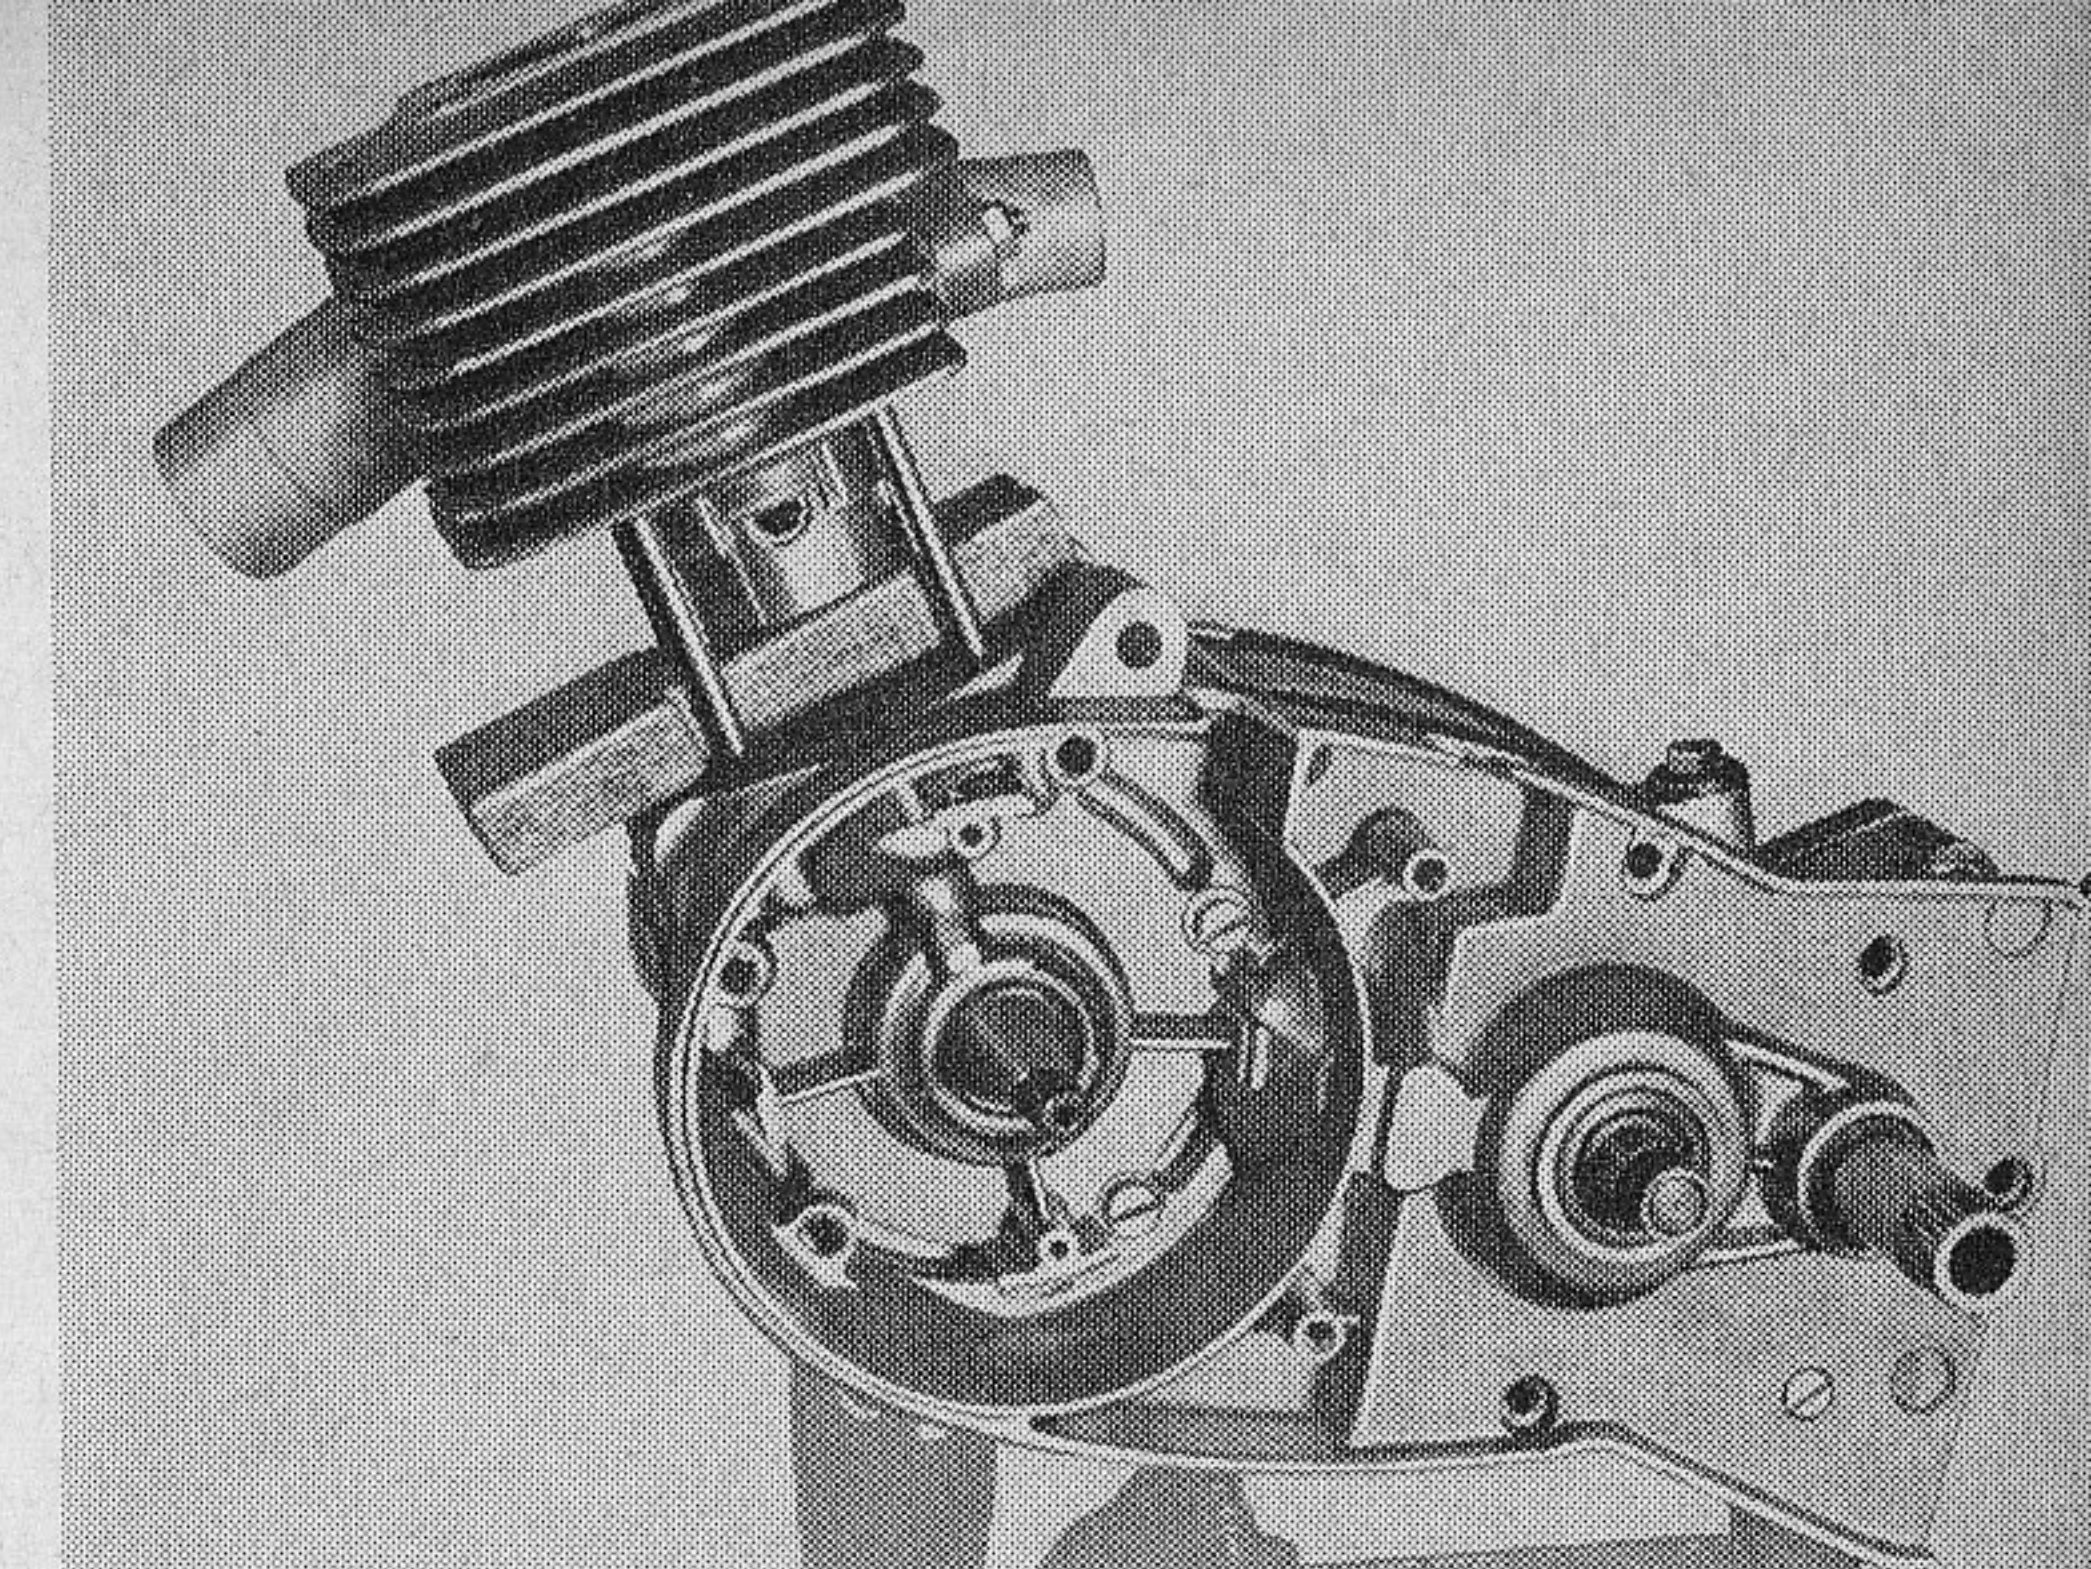

Bild 65
**Achtung!** Der Fixierstift in der Kolbenringnut muß sich innerhalb des Ringstoßes befinden. Zylinderkopfdichtung und Zylinderkopf aufsetzen. 4 Beilagscheiben auflegen und die 4 Muttern M7 mit einem 11 mm-Steckschlüssel über Kreuz anziehen. Anzugsmoment 1,5 mkg (Bild 65).